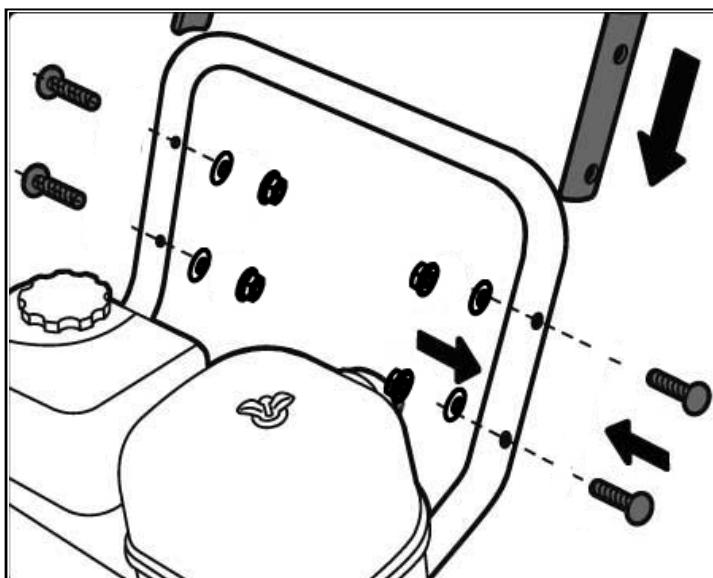

Рис.3
- Поднесите две трубки на концах ручки к опоре (Рис. 3 ).